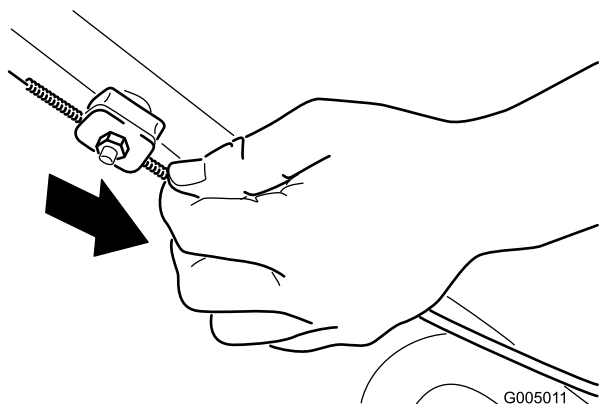

Рисунок 29
2. Вытягивайте оболочку троса (к газонокосилке), пока в тросе не появится слабина (Рисунок 29).